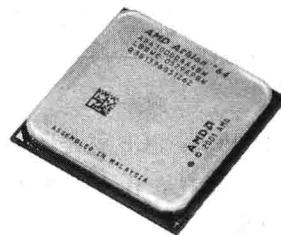

图 1-1-4 AMD 双核炫龙
② AMD 系列：AMD 是美国超微公司，多年来一直与 Intel 在 CPU 市场竞争。AMD 的 CPU 主要有 Athlon K7（1999 年）、Thunderbird 雷鸟（2000 年）、AMD Athlon 速龙（2003 年）、AMD Athlon FX-55 速龙（2004 年），以及双核炫龙（2006 年），如图 1-1-4 所示。而 AMD 速龙 2 系列的 3 核和 4 核处理器则是目前的主流，分别如图 1-1-5 和图 1-1-6 所示。